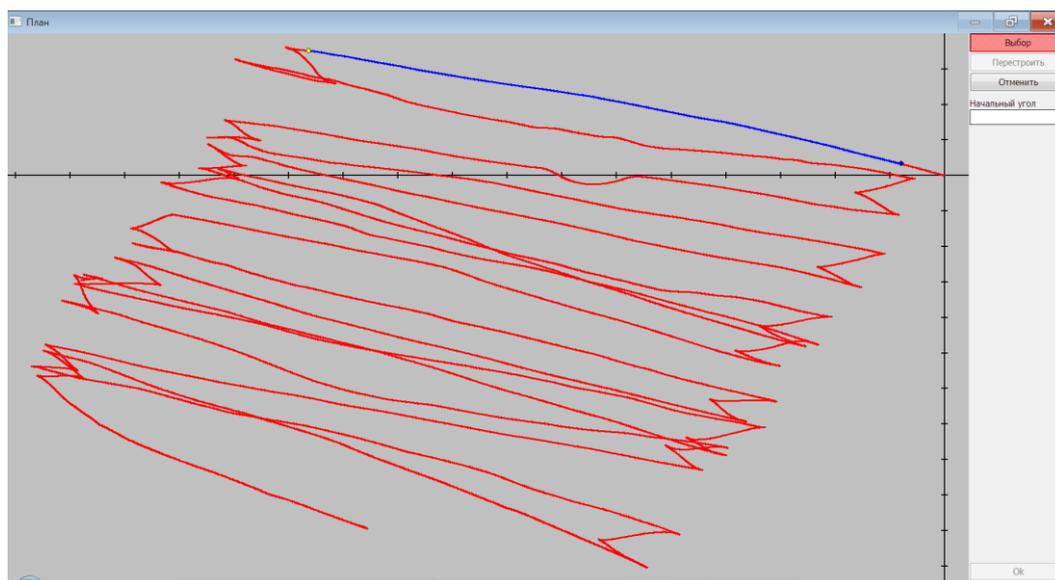

Рис. 24.6 - Установка точки конца прямолинейного участка
3. С помощью мыши отметить конечную точку первого прямолинейного участка (появляется желтая точка, выделенный прямолинейный участок становится синим, Рис. 24.6).